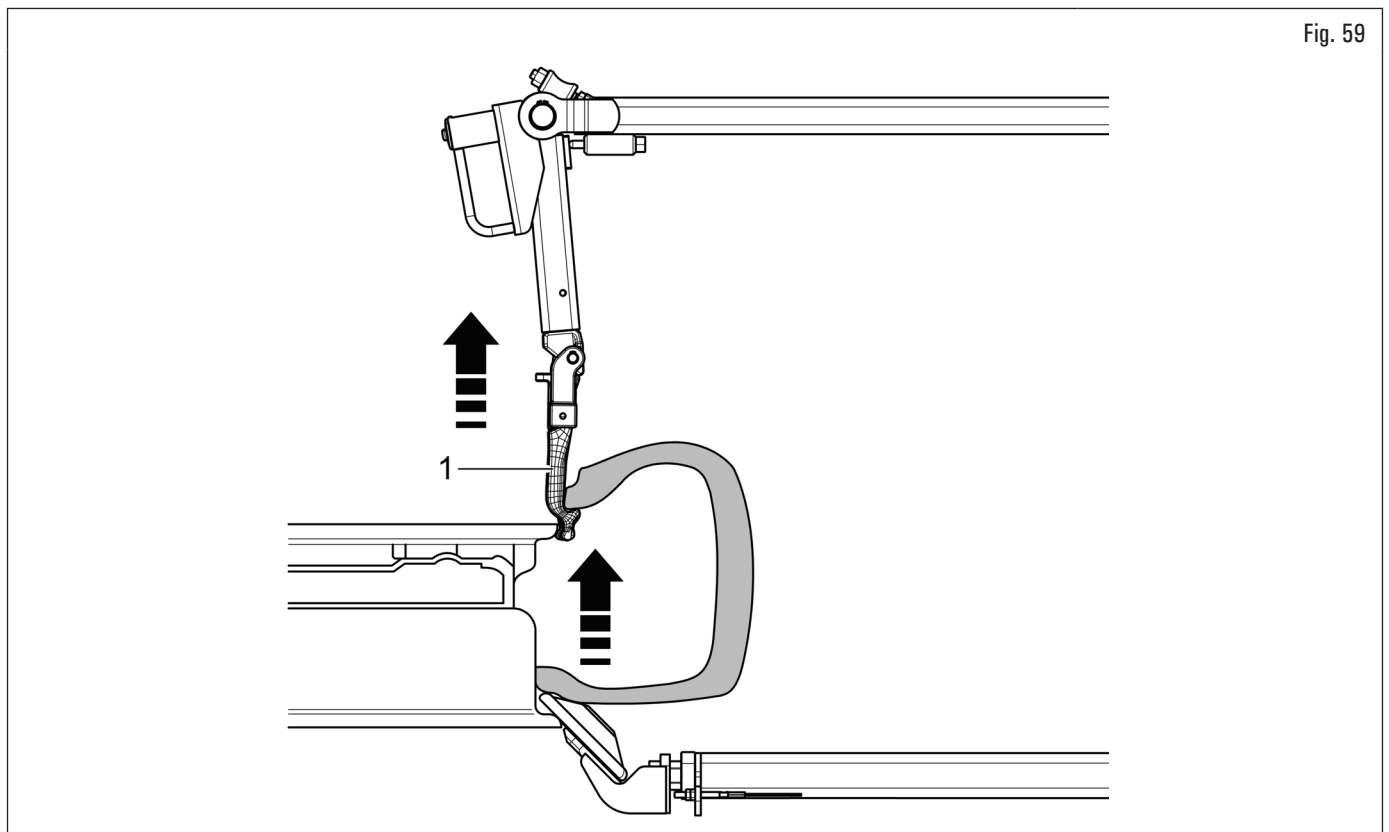

Fig. 59
6. levantar la cabeza útil (Fig. 59 ref. 1) y mantenerlo enganchado al talón superior del neumático utilizando el rodillo destalonador inferior como auxilio;